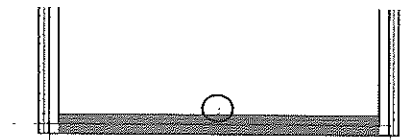

Figura 5.88 – Alteração do lado do desenho da parede.
2. Para alterar os lados interno/externo, clique no ícone das setas que representa o lado Externo, como mostra a Figura 5.88, ou aperte a barra de espaços do teclado. Mesmo durante o desenho das paredes você pode usar a barra de espaço para inverter o lado da parede.